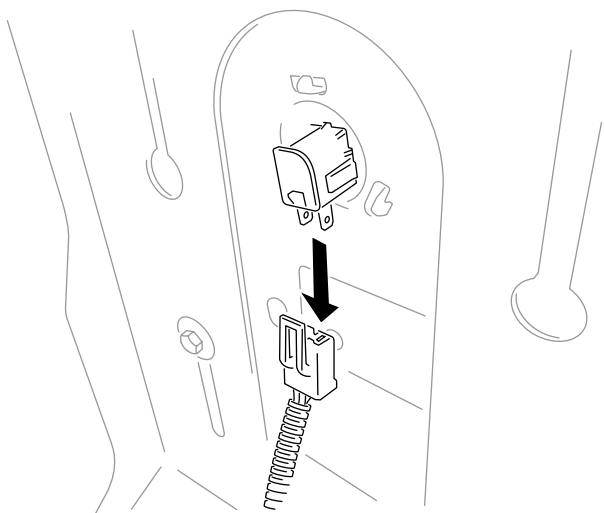

Figure 2
3. Débranchez le faisceau du contacteur du siège (Figure 2).